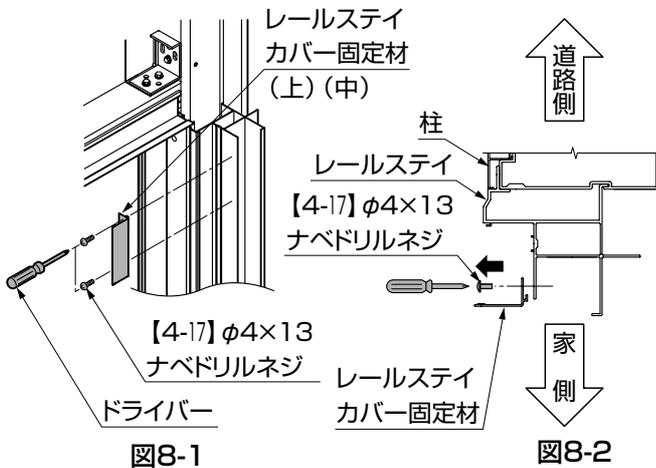

図8-1
- ①「4 壁ユニットの施工 7.レールステイカバーおよびレールステイカバー固定材の取外し」で外した左右のレールステイカバー固定材(上)(中)を【4-17】で取付けてください。(図8-1参照)
- カバー固定材を取付けるときは、電動工具を使わないでください。(図8-1参照)